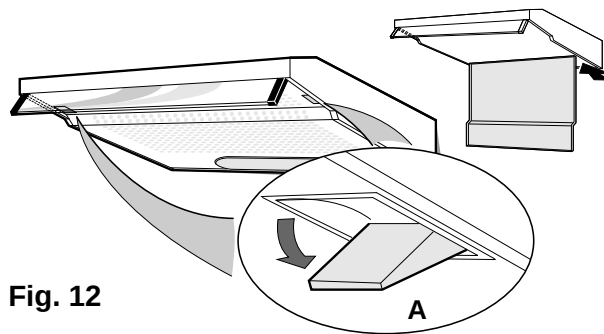

Fig. 12
- Fäll ner filterkassetten (Fig. 12).